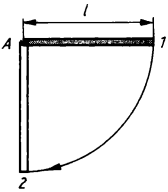

Bild 52
- 3.93** Eine dünne, lange Stange (Länge 50 cm) ist in A drehbar gelagert. Sie wird aus der in Bild 52 angegebenen Lage 1 losgelassen. Berechnen Sie 1. die Geschwindigkeit des freien Endes der Stange in Lage 2 und 2. die Geschwindigkeit in Lage 2, wenn am Ende der Stange ein als Massenpunkt zu betrachtender Körper befestigt ist, der die gleiche Masse wie die Stange hat.